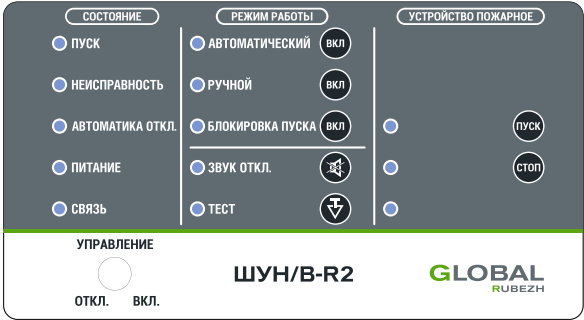

Рисунок 4 – Панель управления ШУ
1.5.8 На лицевой стороне ШУ расположены индикаторы и органы управления с защитой от несанкционированного доступа. Все индикаторы и органы управления разделены на три группы – СОСТОЯНИЕ, РЕЖИМ РАБОТЫ и УСТРОЙСТВО ПОЖАРНОЕ (рисунок 4).
1.5.13 ШУ переводится в режим «Автоматический» нажатием кнопки ВКЛ. рядом с наименованием индикатора АВТОМАТИЧЕСКИЙ в поле РЕЖИМ РАБОТЫ панели управления (рисунок 4).
ШУ в режиме «Автоматический» осуществляет управление работой электродвигателя соответствующего привода пожарного устройства в зависимости от состояний контактов датчиков. Состояния датчиков отображаются в поле УСТРОЙСТВО ПОЖАРНОЕ панели управления (рисунок 4).
1.5.14 ШУ переводится в режим «Ручной» нажатием кнопки ВКЛ. рядом с наименованием индикатора РУЧНОЙ в поле РЕЖИМ РАБОТЫ панели управления (рисунок 4).
1.5.15 ШУ переводится в режим «Блокировка пуска» нажатием кнопки ВКЛ. рядом с наименованием индикатора БЛОКИРОВКА ПУСКА в поле РЕЖИМ РАБОТЫ панели управления (рисунок 4).